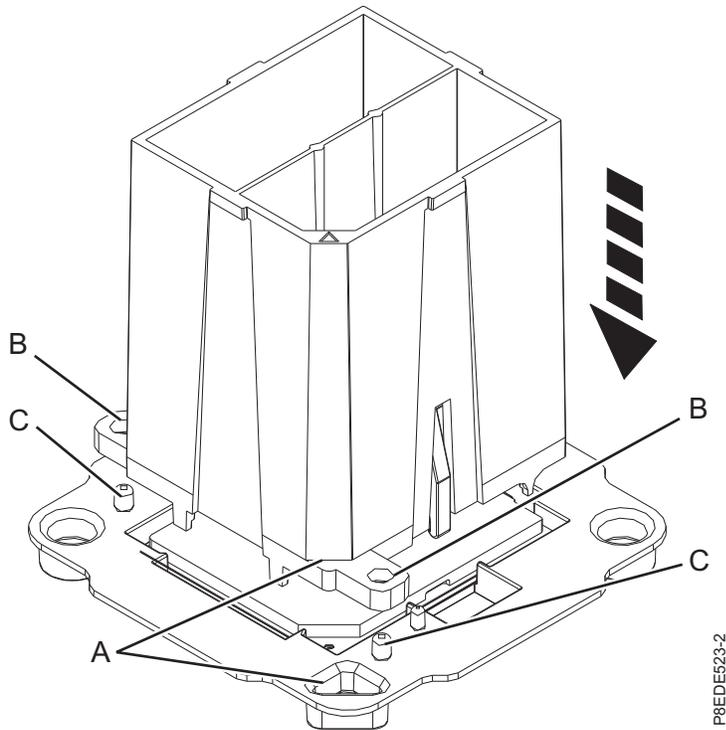
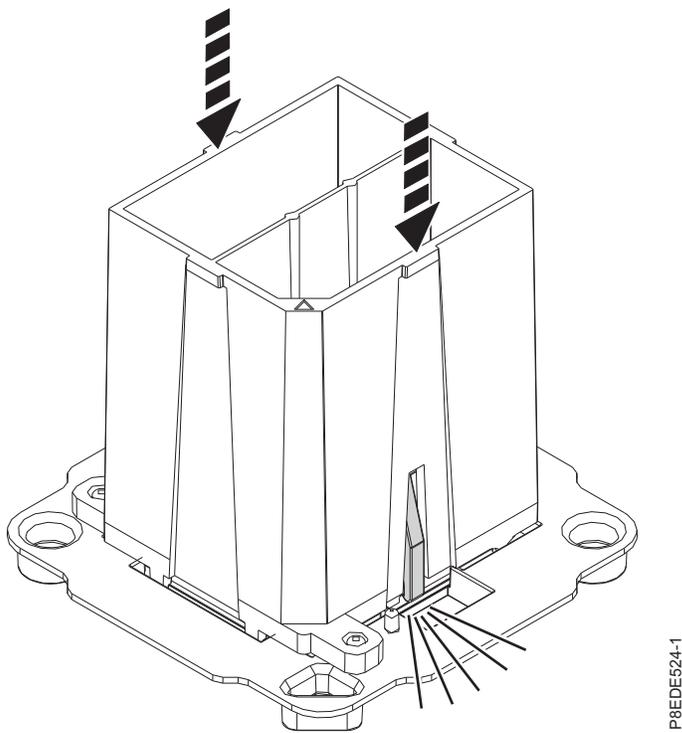

Figura 95. Alinhando a ferramenta de remoção
Figura 96. Bloqueando o módulo de processador do sistema na ferramenta
- a. Remova o módulo de processador de substituição da bandeja de remessa. Usando a ferramenta de remoção fornecida (número da peça 01AF101), alinhe a aresta biselada (**A**) da ferramenta com a aresta biselada do módulo, conforme mostrado na Figura 95 na página 87.
- b. Abaixar a ferramenta sobre o módulo de processador do sistema, assegurando-se de que os dois pinos guia (**C**) sejam inseridos nos orifícios de alinhamento (**B**) em cada lado da ferramenta, conforme mostrado em Figura 95 na página 87. Em seguida, empurre para baixo a ferramenta para bloquear o módulo de processador do sistema na ferramenta, conforme mostrado em Figura 96 na página 87. Não pressione as guias de liberação azuis até que seja instruído a fazer isso mais tarde.